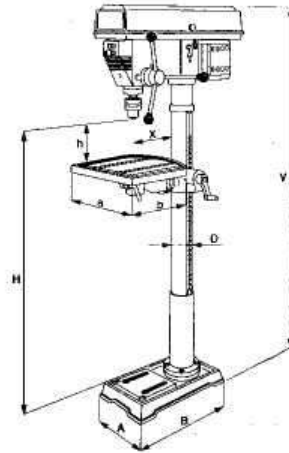

Рисунок 2.
3.1. Технические характеристики. (см. рис. 2)